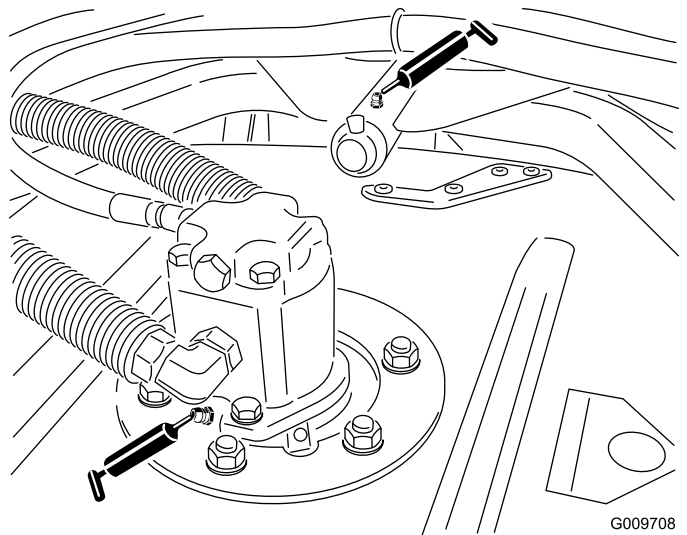

Figura 47
- Cuscinetti dell'asse del fusello dell'apparato di taglio (2 per apparato di taglio) come illustrato nella Figura 47
- Boccole del braccio portante dell'apparato di taglio (1 per apparato di taglio) come illustrato nella Figura 47